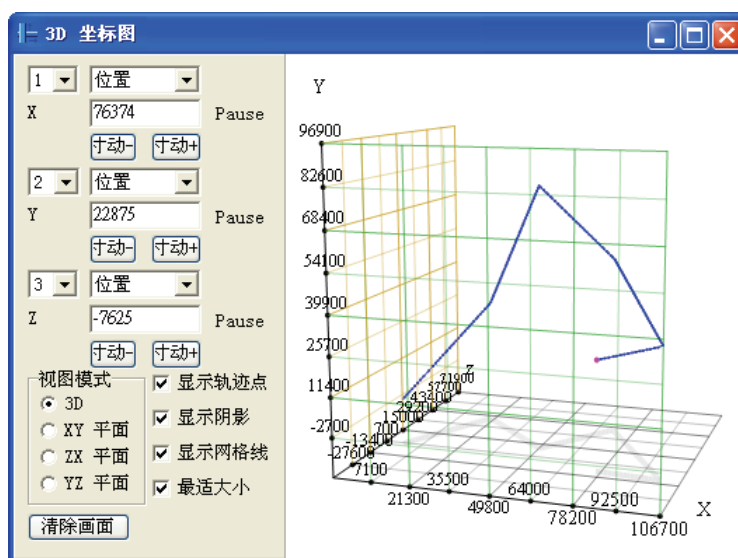

图 13-2 3D 坐标图
- (2) 将主机设置为运行，启动运动程序后，坐标图将依照实际输出依序画出指定的三轴之间立体的运动轨迹，如图 13-2。